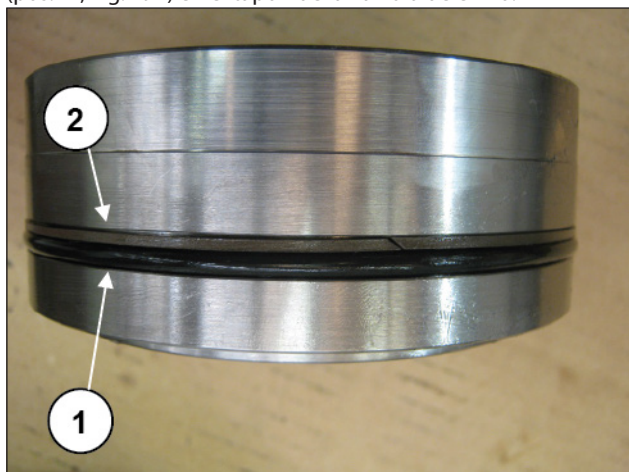

Fig. 194
Montar la junta tórica (pos. ①, Fig. 194) y la anilla antiextrusión (pos. ②, Fig. 194) en el tapón de la válvula de envío.